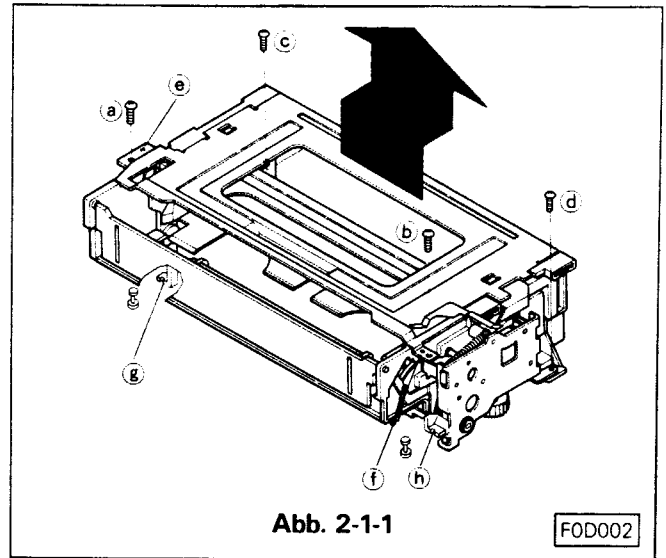

Abb. 2-1-1
#### 2-1-1 Ausbau (siehe Abb. 2-1-1)
- Die fünf Kassettenfachbefestigungsschrauben ①, ②, ③ und ④, entfernen. Das Kassettenfach vorsichtig nach oben in Pfeilrichtung herausnehmen. (Siehe Abb. 2-1-1)
siehe Abb. 2-1-1.
- Bringen Sie das Kassettenfach über die Positionslöcher ⑤ und ⑥, und schieben Sie es mit den beiden U-Löchern ⑦ und ⑧ placent an der Front rechts und links unter die Befestigungspinne. (erst die linke Seite)
- Das Kassettenfachantriebsrad ist nach Abschnitt B. in den meisten Fällen noch nicht in dem Halter fixiert. In diesem Falle bewegen Sie das Antriebsrad durch drücken in Richtung vorwärts, damit es im Antrieb einrastet. Siehe Abb. 2-1-1 ist es wie oben beschrieben nicht möglich, das Antriebsrad einrasten zu lassen, schieben Sie das Antriebsrad 4 a etwas unter das Deck und das Kassettenfachantriebsrad ist sehr einfach zu fixieren.
- Das Kassettenfach mit den Schrauben ①, ②, ③ und ④ befestigen.